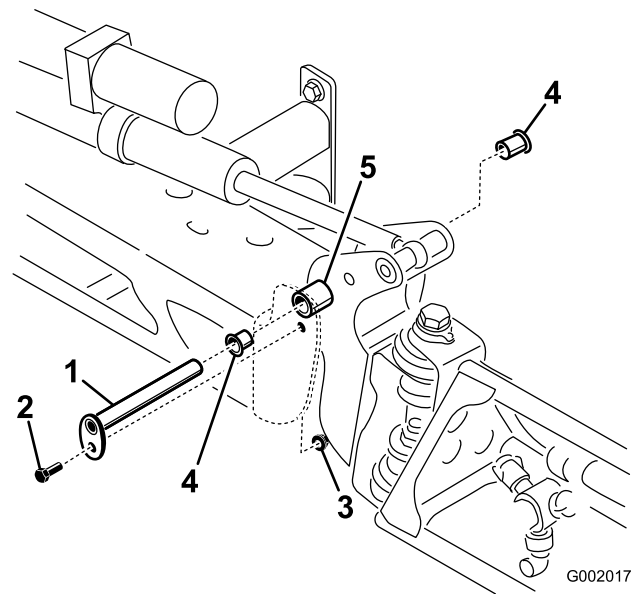

Figura 71
3. Con el peso del brazo apoyado, retire el perno y la tuerca que fijan el pasador de giro al conjunto del brazo (Figura 71). Retire el pasador de pivote.
5. Retire los casquillos de nylon desde delante y desde detrás del soporte del pivote e inspecciónelos (Figura 71). Sustituya cualquier casquillo dañado.
7. Instale el conjunto de brazo y soporte del pivote en el bastidor central, alineando los orificios (Figura 71).